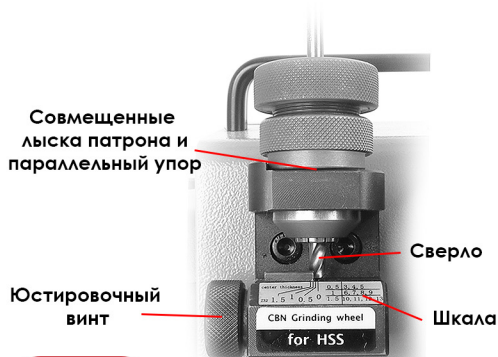

Рис.5
- Опустите сверло до упора вниз и слегка вращая, придайте ему такое положение, чтобы одна из режущих кромок сверла расположилась параллельно лыске зажимной части цангового патрона. Удерживая сверло в таком положении, затяните прижимную гайку цангового патрона до упора, тем самым надежно зафиксировав сверло в требуемом для заточки положении. (Рис. 5)